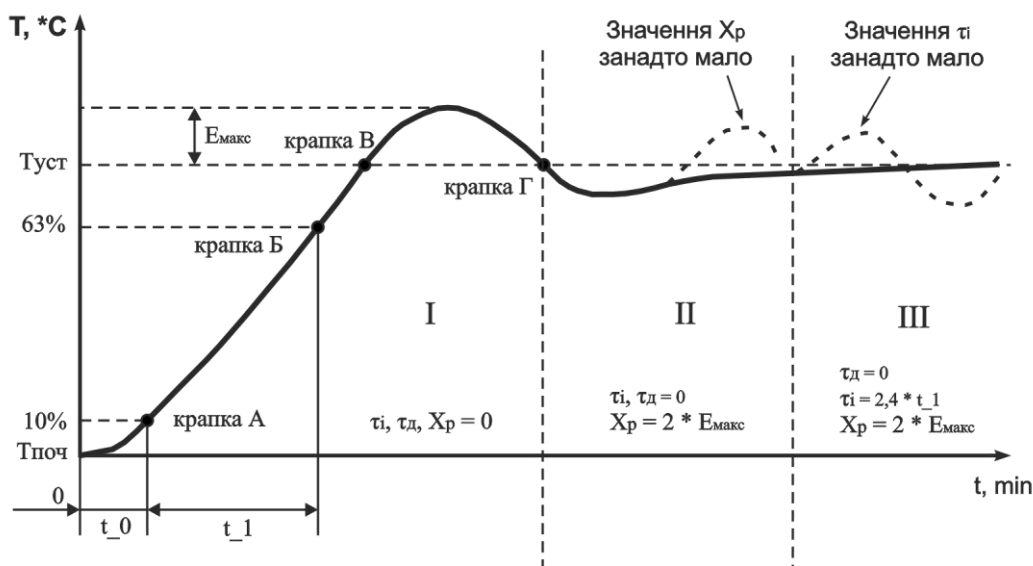

Рисунок 7.1 – Ручне налаштування ПІД-регулятора
7.2.5.2.3 Установити значення параметра $\varepsilon H1 = 3$ ($\varepsilon H2$, $\varepsilon H3$, $\varepsilon H4$). Після натискання кнопки **ENTER**, на індикаторі відобразиться блимаючий напис " $P\tau d$ " з відповідним індикатором номера налаштовуваного каналу, протягом часу 10 секунд (час може змінюватися залежно від установленого часу фільтра $Ft1$, $Ft2$, $Ft3$, $Ft4$). Після закінчення часу регулятор видасть безперервний максимальний вихідний сигнал, і на дисплеї відобразиться поточна температура із крапкою в молодшому розряді "xxx.". В результаті чого вихідне реле навантаження буде включене доти, поки не буде досягнута величина температури, рівна SP ($T_{уст}$). Після вимикання реле навантаження (стадія I, крапка B на рисунку 7.1) якийсь час температура по інерції продовжуватиме збільшуватися. Як тільки контрольована температура опуститься нижче SP ($T_{уст}$), процес автоналаштування закінчується (крапка Г рисунок 7.1), на дисплеї відображається безперервний напис " $P\tau d$ ". TR-101 обчислює коефіцієнти ПІД-регулятора: смугу пропорційності Xp , постійну часу
7.2.6.3.6 Виміряти максимальне значення перерегулювання між точками В і Г (Емакс. рисунок 7.1).